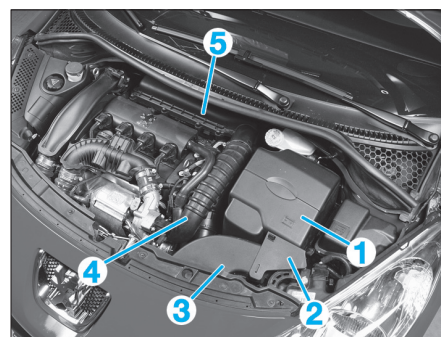

Fig. 65
- Déposer le carter de protection de batterie (1) (Fig.65).